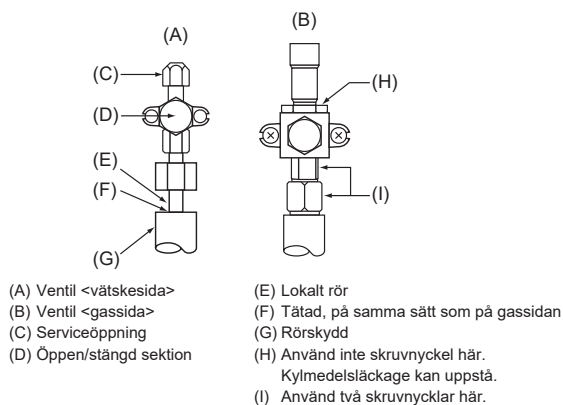

Fig. 4-4
4.4. Provmetod för att kontrollera om köldmedelsrören är lufttäta (Fig. 4-4)
- Kontrollera att ventilerna (A) (B) är stängda, öppna dem inte.
- Trycksätt köldmedelsledningarna via serviceöppning (C) på ventilen för vätska, (A).